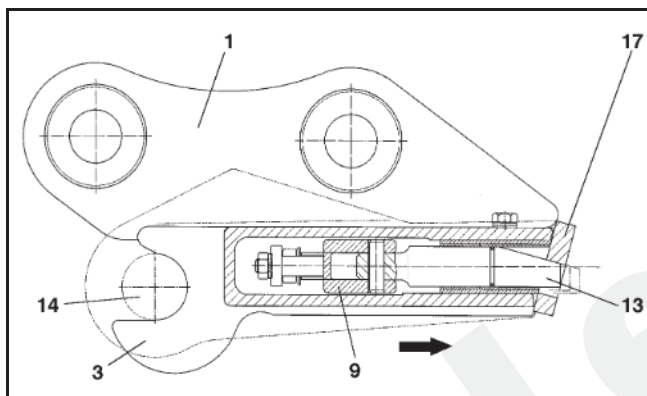

Abb.3-8 Schnellwechselsystem verriegelt
Damit ist der Schnellwechsler (1) am Anbaugerät verriegelt (siehe Abb. 3-8).